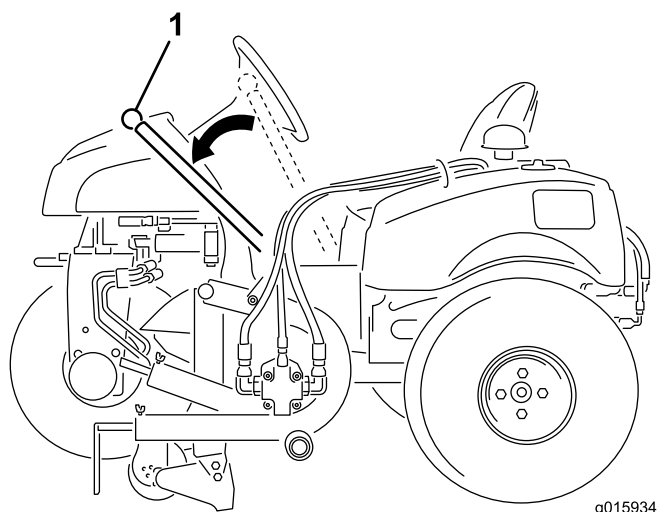

Figura 17
O manípulo é utilizado para subir e descer o contornador (Figura 17).
2. Pressione o manípulo para fora e baixe a lâmina do contornador para o solo (Figura 17).
- Pressione o manípulo para fora e eleve a lâmina do contornador para a posição de transporte (Figura 17).